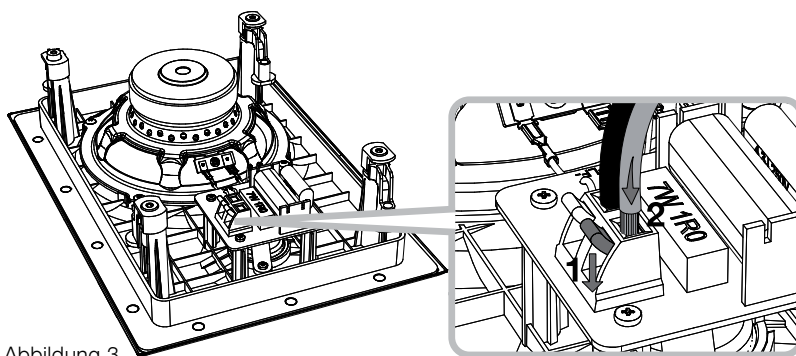

Abbildung 3
4.3 Schließen Sie nun das Lautsprecherkabel an die Anschlussklemmen an der Frequenzweiche an. Achten Sie beim Anschließen auf die korrekte Polarität. Stellen Sie sicher, dass die positive Anschlussklemme am Verstärker mit der roten Klemme am Lautsprecher verbunden wird und die negative Anschlussklemme am Verstärker mit der schwarzen Klemme am Lautsprecher. Siehe Abbildung 3.